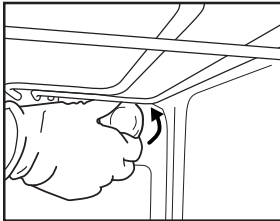

Fig.6
2. Skru løs lampedekslet (Fig. 6), skift ut pæren (se anmerkningene for type pære) og sett dekslet tilbake på plass.